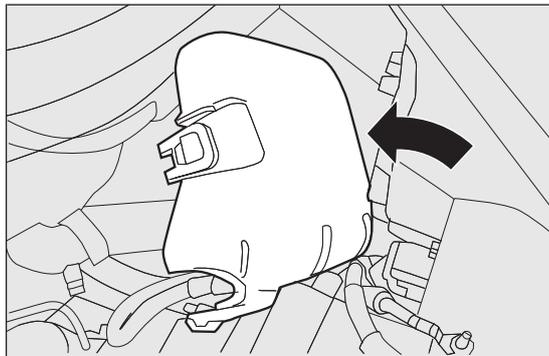

fig. 169
- spostare il coperchio verso il proiettore, ruotandolo in senso antiorario (come indicato dalla freccia) e successivamente rimuoverlo fig. 169;